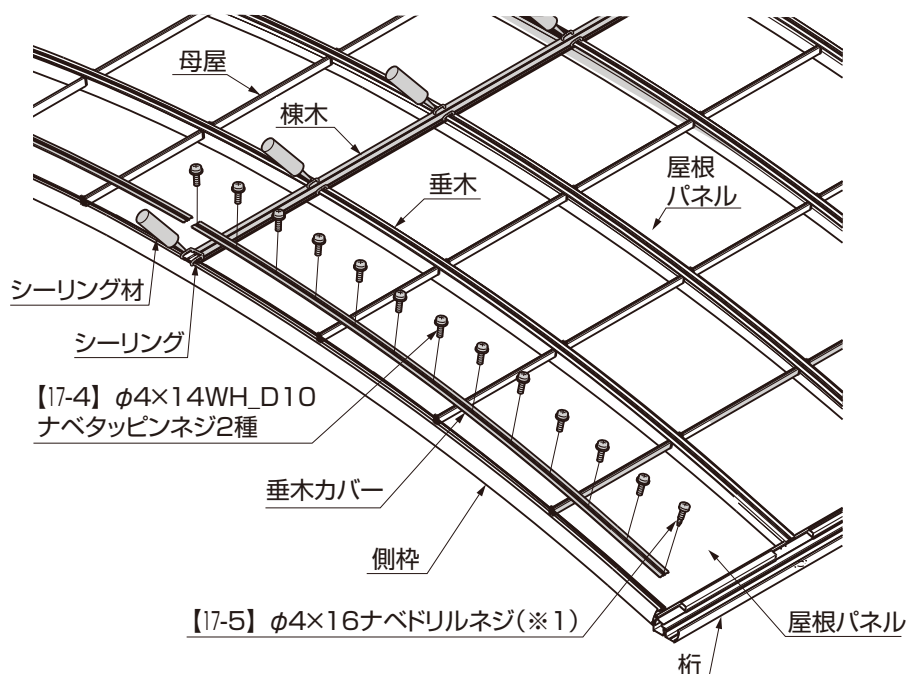

図8-1
- ② ワイド屋根の場合は、棟木側から【17-4】で取付けてください。(図8-1参照)